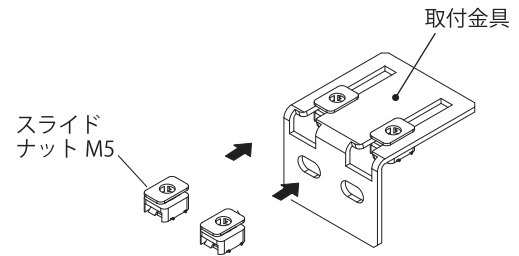

図2
2. 取付金具にスライドナット M5 を挿入してください。(図2)